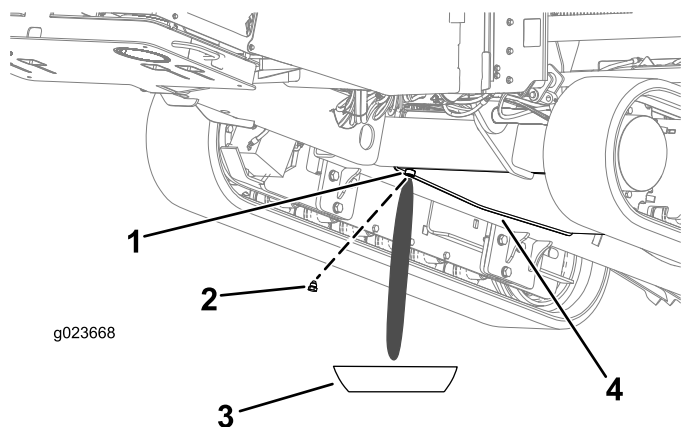

Figura 127
3. Afloje el tapón de vaciado y drene el agua y los sedimentos (Figura 127).